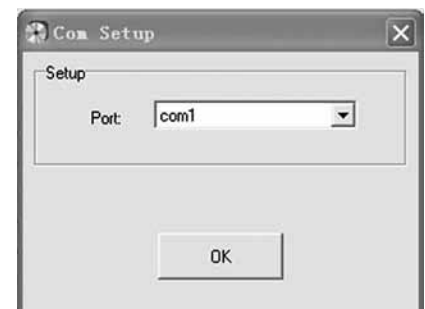

Рис. 3
11. Для установки устройством связи с ПК, нажмите Configure Port (конфигурировать порт), после чего должен отобразиться интерфейс как на рис. 3.